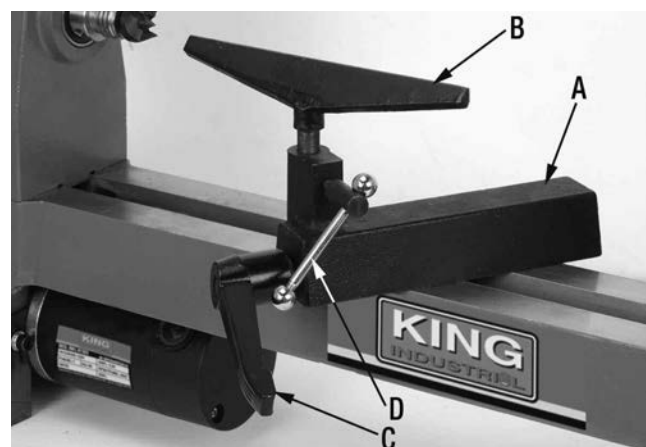

FIGURE 7
Le support du porte-outil (A) Fig.7 et le porte-outil (B) se déplacent le long du lit à la position désirée entre les pointes. Pour déplacer le support, déverrouillez le levier de verrouillage (C) et glissez le support. Une fois positionné, verrouillez le support en utilisant le levier de verrouillage.
Maintenant que le support est positionné, la hauteur du porte-outil (4-1/4" ou 7") doit être ajustée. Le rebord supérieur du porte-outil devrait être ajusté à 1/8" au-dessus du centre des pointes. Pour ajuster la hauteur, desserrez la poignée de verrouillage (D) Fig.7. Soulevez ou abaissez le porte-outil et resserrez la poignée de verrouillage.